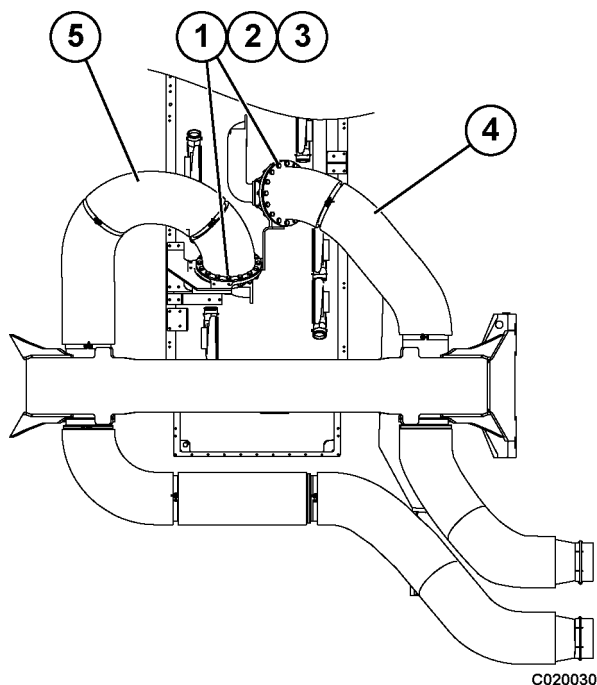

FIGURA 2-5. TUBERÍAS DE ESCAPE DEL MOTOR
14. Retire los pernos (1, Figura 2-5), las arandelas de seguridad (2) y las tuercas (3) que sujetan los tubos de escape a las pestañas de salida del turbocargador. Retire los tubos de escape (4) y (5). Cubra las aberturas de salida del turbocargador en el motor.
5. Instale los tubos de escape (4 y 5, Figura 2-5).